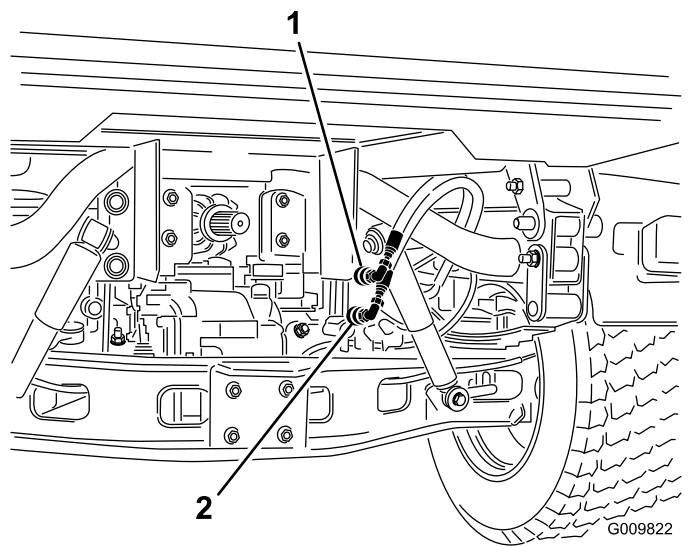

図 74
- それぞれの車両で、クイックカップラホース 2 本を、カップラブラケットのホースから外す 図 74。